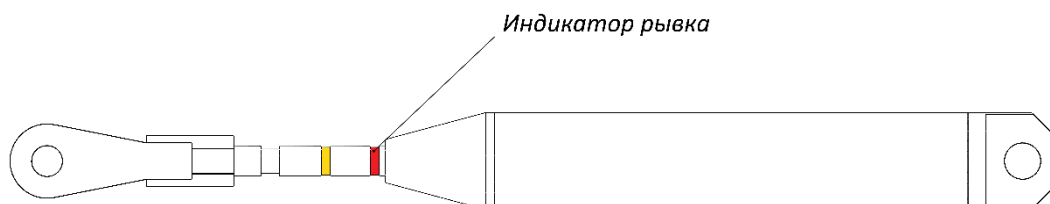

Рисунок 1
- проверить индикатор срабатывания на амортизаторе НС 1008. Красный цвет индикатора указывает на неисправность амортизатора или срабатывание анкерной линии [рисунок 1];